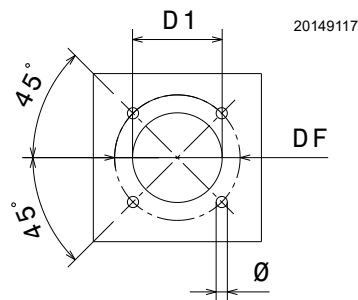

Abb. 14
Die Verschlussplatte der Brennkammer, gemäß Abb. 14 durchbohren. Die Position der Gewindebohrungen kann mit dem zur Grundausstattung gehörenden Wärmeschild ermittelt werden.
- Den gesamten Brenner in das vorher gesetzte Bohrloch des Heizkessels einpassen (Abb. 14 auf Seite 16) und mit den beige packten Schrauben befestigen.